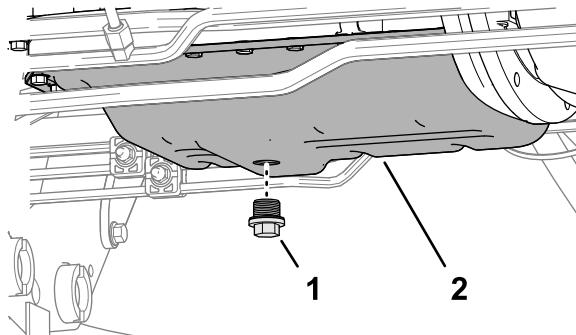

Рисунок 125
- Снимите пробку сливного отверстия (Рисунок 125) и дайте маслу стечь в сливной поддон.